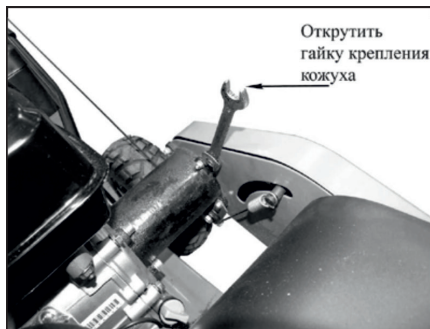

Рис. 26
1. Открутите гайку крепления кожуха приводного механизма (рис. 26).